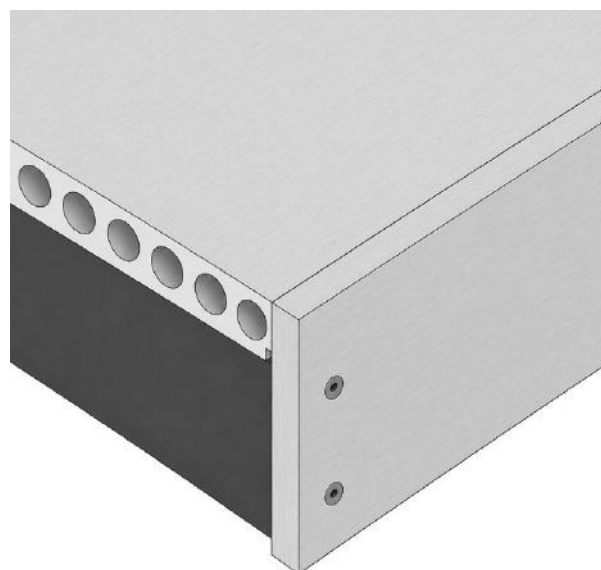

FIG. 24 – AGUJEROS GUÍA AVELLANADOS PERFORADOS PREVIAMENTE A TRAVÉS DEL FRONTAL
- 02 Perfore previamente agujeros guía avellanados de 4 mm a través de la tabla frontal para evitar que el material se agriete (fig. 24).